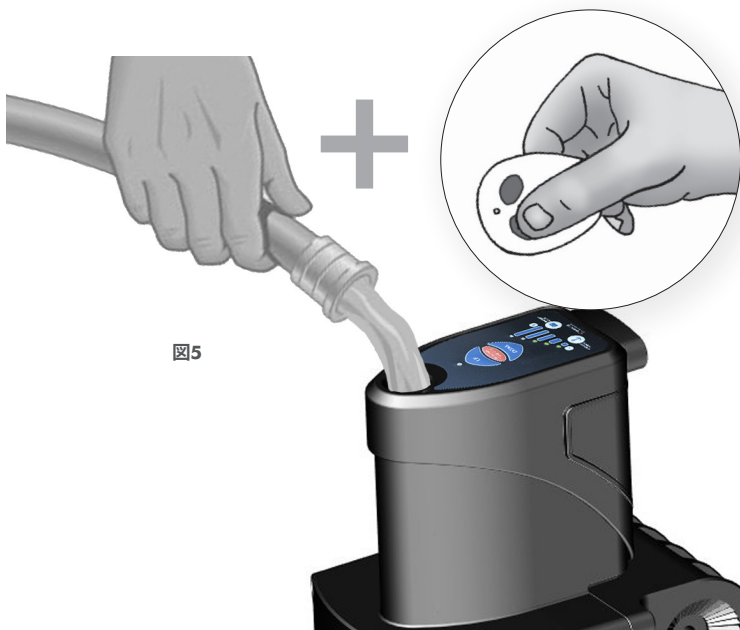

図5
- MICROドライバーユニットは、毎回の使用の後に水で洗い流す必要があります。(図5)
運転中、ドライバーから擦れるようなノイズが発生する	スパイクポケットを水で流し、擦れるようなノイズが発生している可能性がある泥を取り除きます(図5)